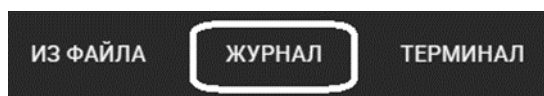

Рисунок 23
3. На верхней панели управления щелкнуть по пункту меню «ЖУРНАЛ» (Рис. 23).